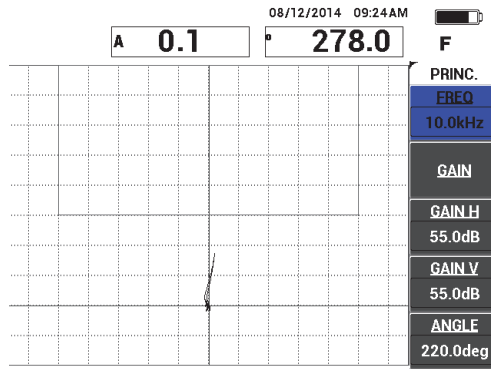

Figure 6-24 Signal du décollement
3. Balayez lentement au-dessus d'un des décollements de 13 mm, et puis appuyez sur la touche FREEZE () [voir la Figure 6-24 à la page 152].